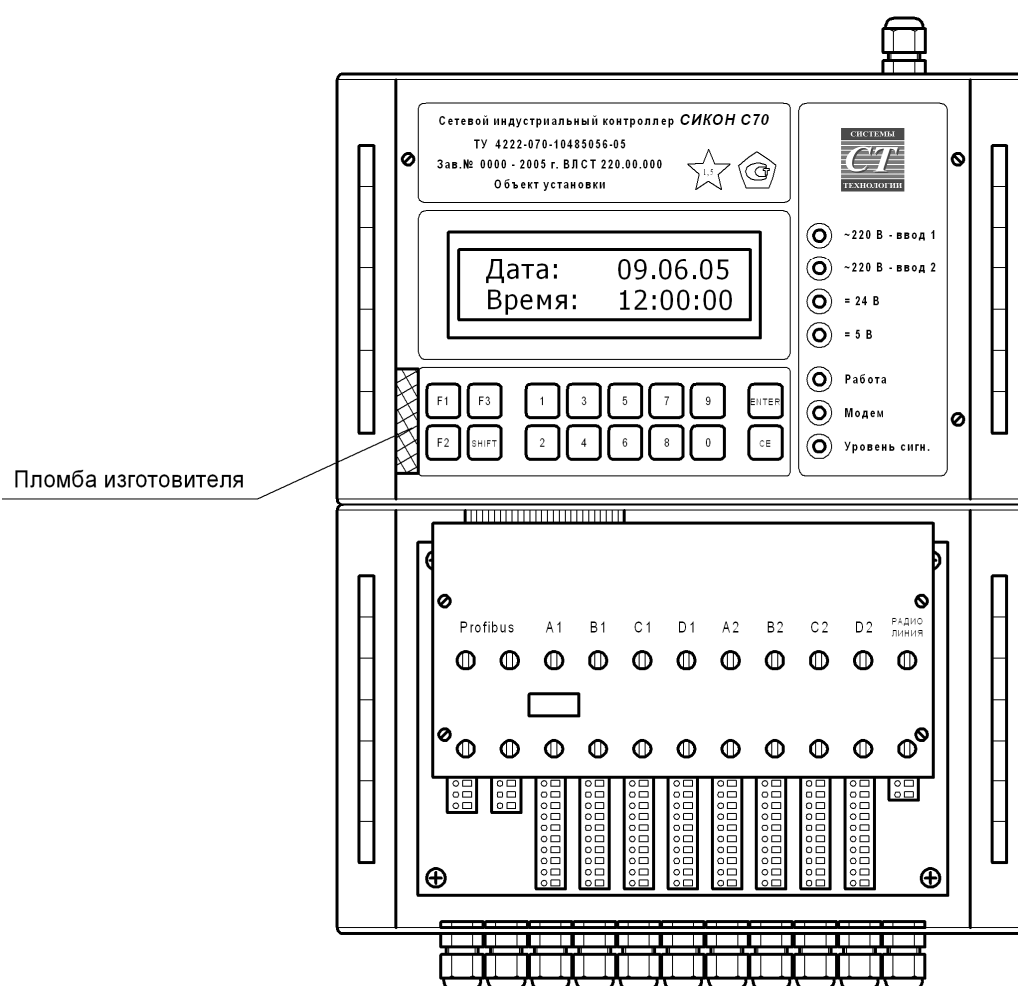

Рисунок 1 – Установки пломбы изготовителя
- 1) пломба изготовителя (см. рисунок 1), которая содержит информацию о сроке окончания гарантии;